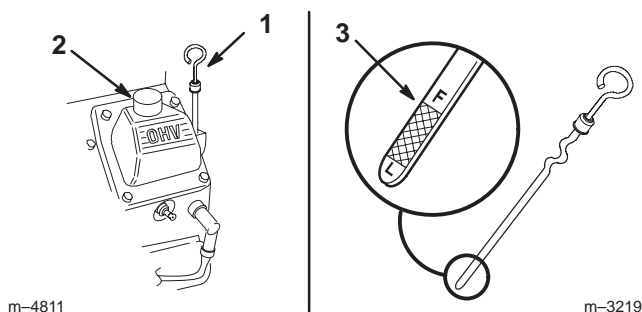

Figure 36
2. Nettoyez la surface autour de la jauge d'huile (Fig. 36) pour éviter que des impuretés ne s'introduisent dans le goulot de remplissage, ce qui risquerait d'endommager le moteur.
3. Sortez la jauge d'huile et essuyez soigneusement l'extrémité métallique (Fig. 36).
4. Enfoncez la jauge complètement dans le goulot de remplissage. Sortez de nouveau la jauge et examinez l'extrémité métallique (Fig. 36). Si le niveau est bas, versez lentement une quantité d'huile suffisante dans le goulot de remplissage pour amener le niveau au repère du plein (F).
5. Versez lentement environ 80% de la quantité d'huile spécifiée dans le goulot de remplissage (Fig. 36) (voir Changement de l'huile moteur et du filtre, page 32).